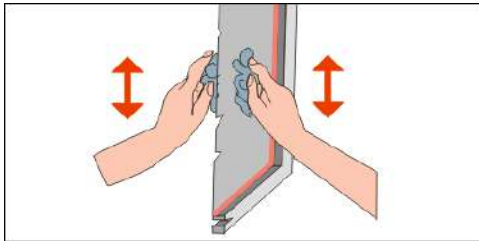

Imagen 175\_01
- 3- Frotar en forma simultánea la malla con una estopa por cada lado, sin forzar demasiado la malla. (Imagen 175\_01)